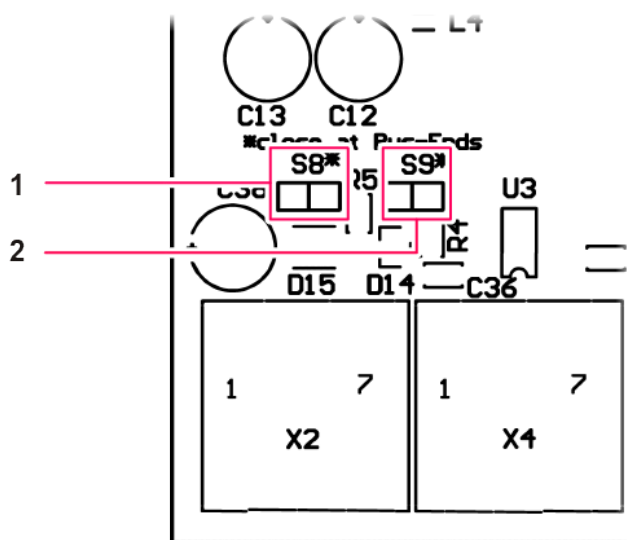

Abbildung 12: Buserminierung am letzten CompTrol Interface
5. Das CompTrol Master gemäß Anschlussplan anschließen (siehe „Abbildung 12: Anschlussschema des CompTrol Masters mit verbundenen CompTrol Interfaces“ auf Seite 38).
3. Ein geeignetes Kabel am Busanschluss **X6** oder **X7** des CompTrol Masters (siehe Abbildung 12) anschließen (siehe „9.3 Kabelanforderungen für CompTrol Master“ auf Seite 37).
4. Das CompTrol Master mit dem ersten CompTrol Interface verbinden. Dazu dieses Kabel am Busanschluss **X2** des ersten CompTrol Interfaces (siehe Abbildung 12) anschließen.
- Ein geeignetes Kabel (siehe Technisches Handbuch des CompTrol Interfaces) am Busanschluss **X4** des ersten CompTrol Interfaces (siehe Abbildung 12) anschließen. Das erste CompTrol Interface mit dem zweiten CompTrol Interface verbinden. Dazu dieses Kabel am Busanschluss **X2** des zweiten CompTrol Interfaces (siehe Abbildung 12) anschließen.
- Für Schritt 5 gilt: Anstatt am Busanschluss **X4** des ersten CompTrol Interfaces (siehe Abbildung 12) können Sie dieses Kabel alternativ am frei gebliebenen Busanschluss **X6** oder **X7** des CompTrol Masters (siehe Abbildung 12) anschließen. In dem Fall dieses Kabel auch am Busanschluss **X2** des zweiten CompTrol Interfaces (siehe Abbildung 12) anschließen.
- Das zweite CompTrol Interface über seinen Busanschluss **X4** (siehe Abbildung 12) mit einem weiteren geeigneten Kabel mit dem dritten CompTrol Interface über seinen Busanschluss **X2** verbinden.